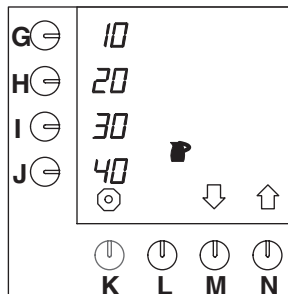

Fig. 37 Justering af forprogrammerede valgknapper for kander
- Tryk på valgknappen (N.)↑, indtil fig. 37 vises i displayet.